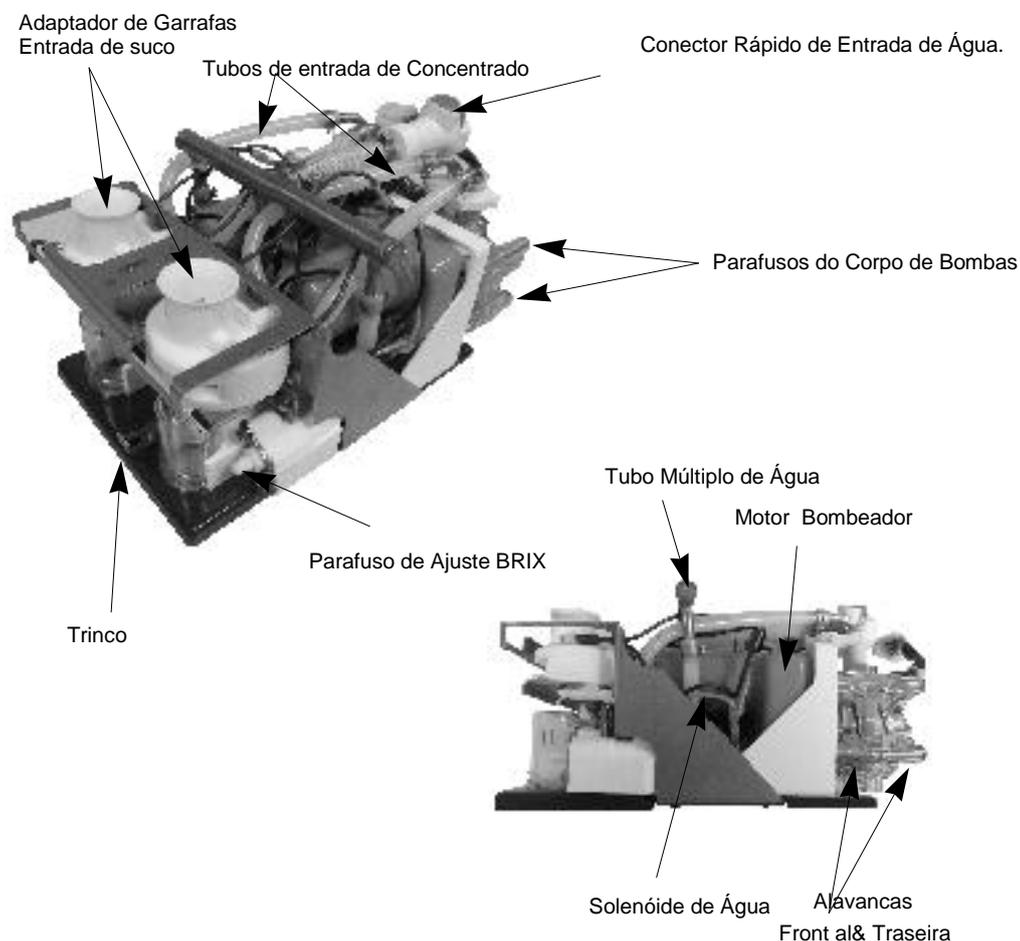

Figura 14. Detalhes do Interior
4. Remova o plugue da linha de água através da desconexão rápida apertando o botão cinza (Ver Figura 14).
5. Deslize o trinco para a frente. Levante levemente a plataforma e puxe para a frente para obter acesso ao conector elétrico (ver Figura 14).
6. Remova o plugue do conector elétrico apertando as abas fixadoras em ambos os lados e puxando o conector. Levante e remova a plataforma da bomba.(ver Figura 14.)
1. Remova as duas braçadeiras brancas de plástico da mangueira das conexões do tubo de bombeamento. (Ver Figura 14) e remova os tubos condutores de concentrado das extremidades da mangueira.